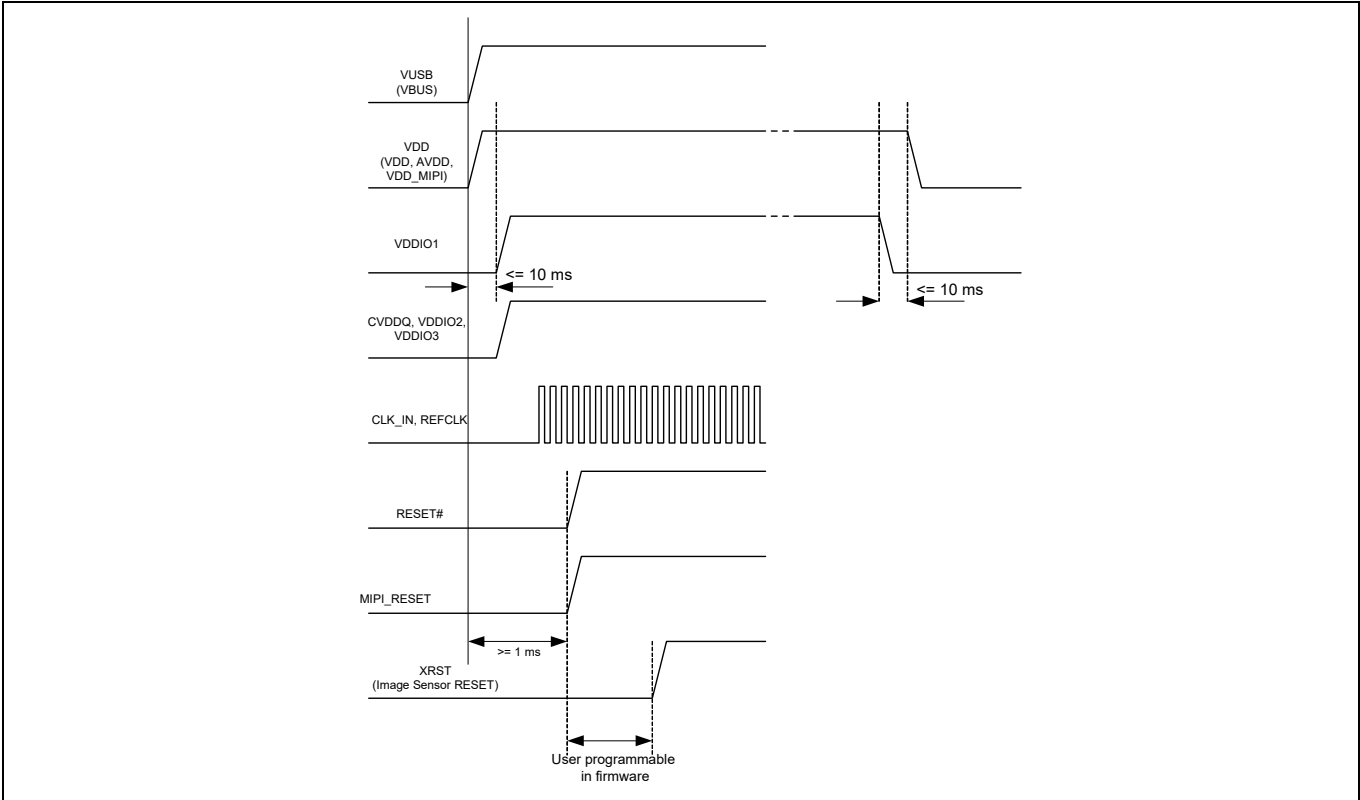

Figure 4 電源投入シーケンス
**注**: **Figure 4** に示すように、これらの電源は特定のシーケンスでオン / オフする必要があります。